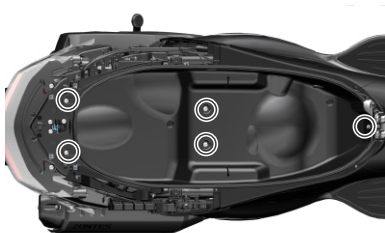

图2
3. 使用T25梅花扳手拆下(图2)红圈处所示共6颗螺栓，将置物箱后部略微抬起后拔掉置物箱左侧中部氛围灯线插口。